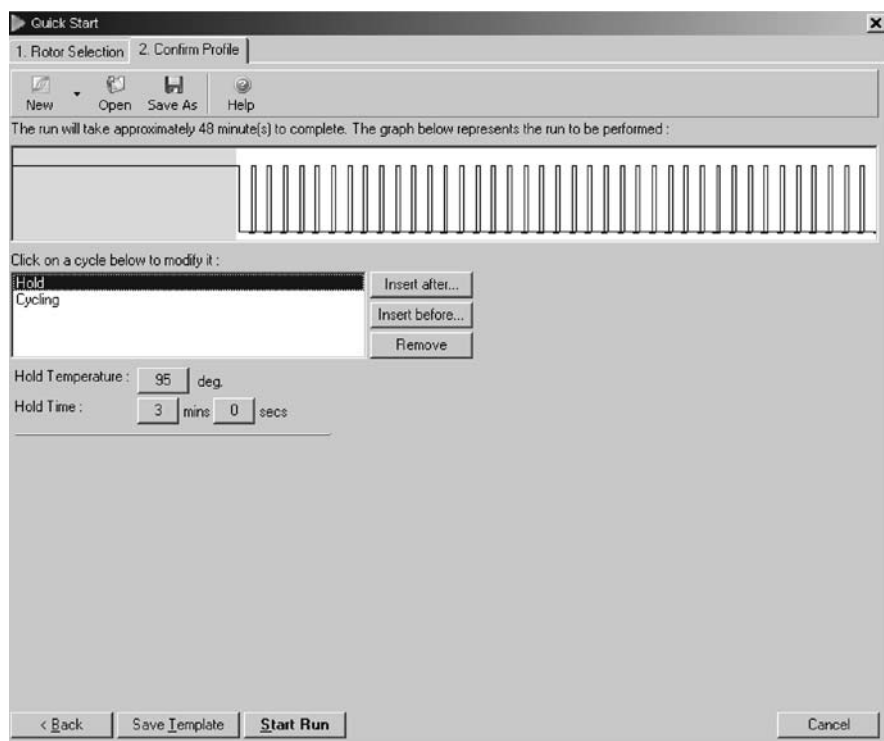

図 1. PCR 初期活性化
5. **Rotor-Gene** サイ클ラーを表 2（4 ページ） および図 1 と 2（5、6 ページ）に従ってプログラムする。